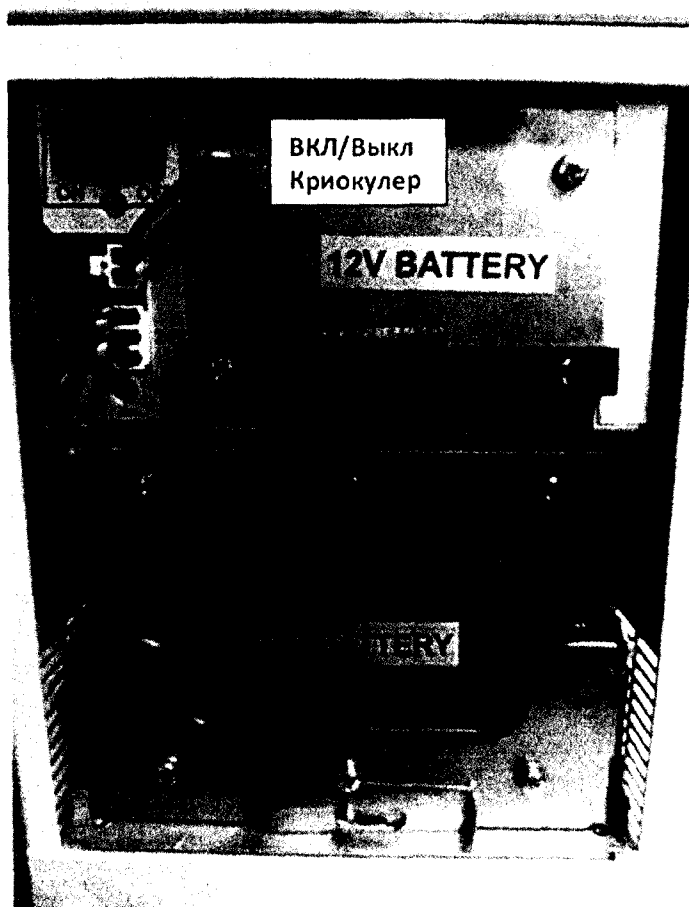

Рис. 42. Кнопка включения/выключения криокулера.
1.10.23.1.4. Включите криокулер нажатием красной кнопки - I|0 (см. Рис. 42).